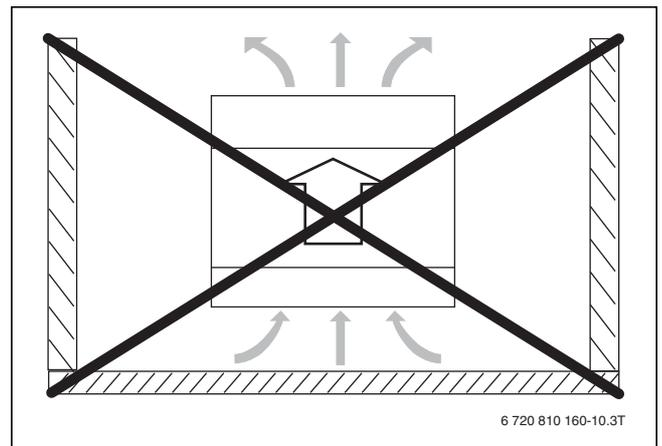

Bild 11 Von Wänden umgebene Aufstellung vermeiden
- Die Wärmepumpe nicht in Winkeln aufstellen, wo sie auf 3 Seiten von Wänden umgeben ist (→ Abb. 11).
Die Aufstellung in Häuserecken oder umgeben von Wänden kann zu einem erhöhten Lärmpegel und einer starken Verunreinigung des Verdampfers führen (→ Abb. 11).